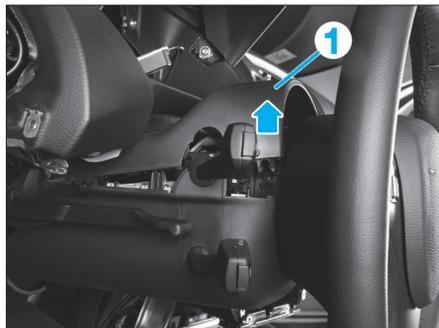

Fig. 5
- Dégrafer latéralement (flèches) l'habillage supérieur (1) de la colonne de direction (avec un racloir par exemple) (Fig.5).